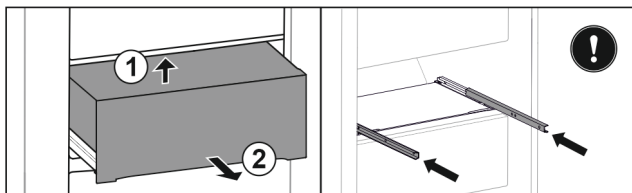

Fig. 49
- ▶ Løft skuffen bagtil nedefra. Fig. 49 (1)
- ▶ Tag skuffen ud fremefter. Fig. 49 (2)